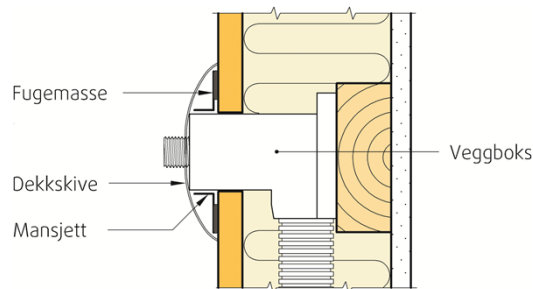

Fig. 5
- Mansjetter som følger med veggbokser limes fast mot baderomspanelet med fugemasse Bostik Silmax Byggfug 2620 eller Casco AquaSeal. Se fig. 5.